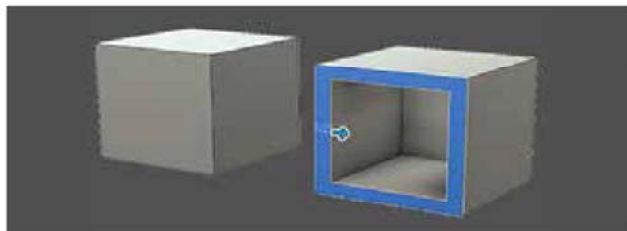

图 2-70
(5) **抽壳**: 从零件内部移除材料, 从而创建一个具有指定厚度的空腔。选择面, 然后指定厚度, 选定的面将被删除, 并且实体将变成空心, 如图 2-70 所示。